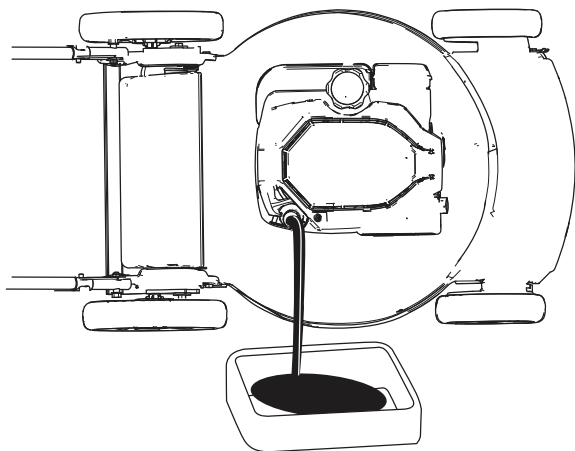

Figura 21
4. Ponga la máquina de lado (con el filtro de aire hacia arriba) para drenar el aceite usado del tubo de llenado de aceite (Figura 21).